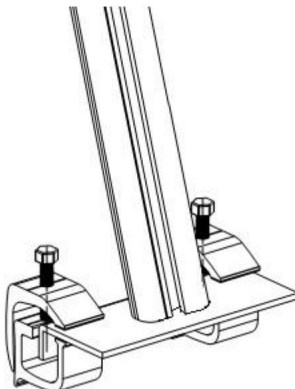

Abbildung 2
Die Stützsäule (11) mit C-Befestigungsbolzen auf der Ladefläche montieren Klemme (12) und ziehen Sie die Schrauben fest. Siehe Abbildung 2.